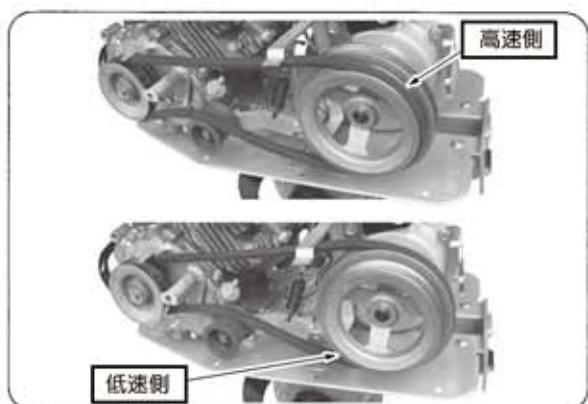

図17
- ① ベルトの掛け替えによって前進2段の速度が得られます。(図17)